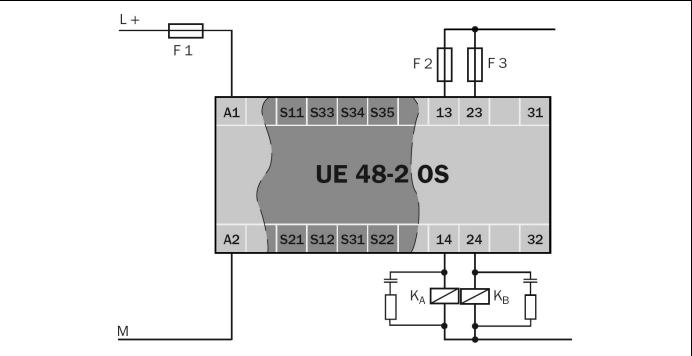

Abb. 2: Basisbeschaltung UE48-20S: Spannungsversorgung, zweikanaliger Ausgangskreis (siehe Technische Daten)
- Um das Verschweißen der Kontakte der eingebauten Relais zu verhindern, ist eine Überstromschutzeinrichtung, Kurzschlusschutz (Betriebsklasse gG) nach der entsprechenden Gebrauchskategorie zu wählen und in die Freigabestrompfade einzubinden (siehe Abb. 2, Sicherung F2/F3).